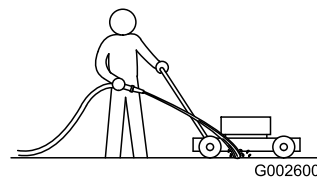

Bild 47
1. Lassen Sie den Motor auf einer flachen, befestigten Oberfläche laufen und sprühen Sie Wasser vor das **rechte Hinterrad** (Bild 47).